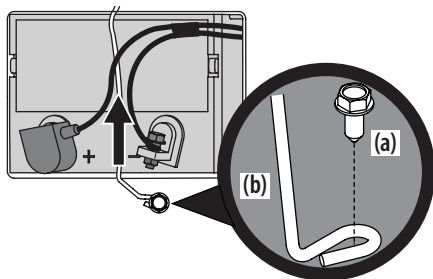

Figure 14
3. Retirez la vis à bride hexagonale (a) fixant le support de fixation de la batterie (b) au châssis. Relevez ensuite le support de fixation de la batterie (b) pour dégager la batterie. Consultez la Figure 14.